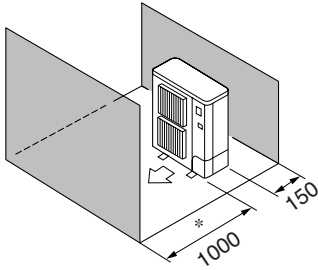

Fig. 2-6
- ⑤ Yalnızca öndeki ve arkadaki engeller (Fig. 2-6)